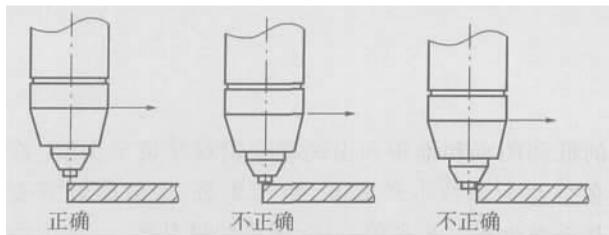

图8 割炬喷嘴与工件接触示意图
a. 切割开始。将割炬接近工件悬起 2 mm(悬起高度已通过割炬脚轮固定好)。喷嘴孔外边缘按动割炬开关即可引弧。若电弧未引燃再次按动割炬开关。注意:无论在何种情况下切割,均应防止割炬喷嘴与工件接触,否则喷嘴会很快损坏。如图 8 所示。